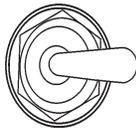

Figura 22. Interruptor del control de bombeo (ENCENDIDO/ON)
6. Para comenzar a bombear el concreto. Coloque el interruptor del control de bombeo (Figura 22) en la posición **ENCENDIDO/ON**.
3. Para empezar el bombeo, coloque el interruptor de palanca en la unidad de remoto de empuñadura (Figura 22) en la bomba en la posición **ENCENDIDO/ON**.